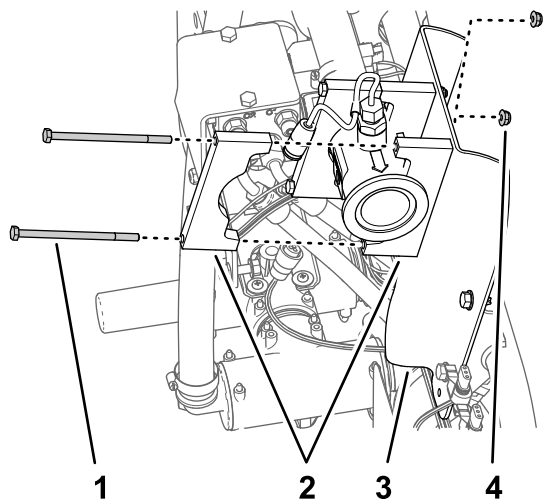

Figura 75
3. Alinee dos secciones de abrazadera entre el caudalímetro y el soporte del caudalímetro, y alinee los orificios de las secciones de las abrazaderas con los orificios del soporte (Figura 75).
4. Alinee una sección de abrazadera en la parte trasera del caudalímetro con una de las secciones de abrazadera que ensambló en el paso 3 (Figura 75).
5. Monte las dos mitades de la abrazadera al soporte del caudalímetro (Figura 75) con 2 pernos (1/4" x 4 1/2") y 2 tuercas con arandela prensada (1/4").